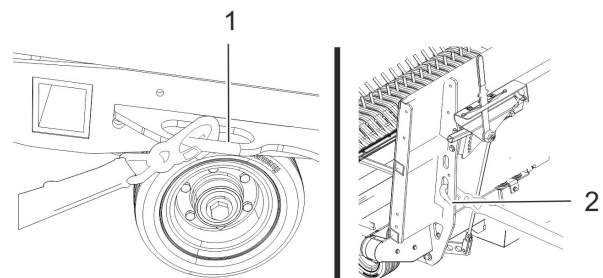

Abb. 26: Verzurr-Ösen für Ladungssicherung
3. ➤ Anbaugerät mit Spanngurten gegen Verrutschen und Kippen an den Verzurr-Ösen sichern (Abb. 26/1, 2).